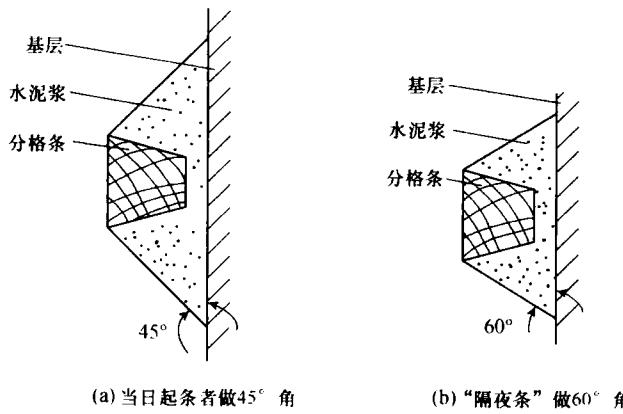

图 1-5 分格条两侧斜角示意
(5)弹线、粘分格条。根据图纸要求弹线分格、粘分格条。若当天抹面后粘分格条,则在条两侧用聚合物水泥浆抹成 45° 八字坡形,若是粘“隔夜条”则在条两侧用聚合物水泥浆抹成 60° 八字坡形(图1-5)。粘分格条时,水平条粘在分格线下方,竖条粘在分格线左方,所粘分格条应在线的同一侧,防止上下和左右乱粘,出现分格不均匀、不顺直。